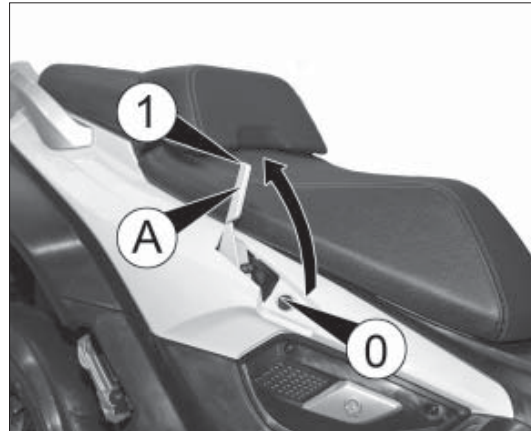

fig. 7
- empuje la palanca A fig. 7 del freno de estacionamiento, situada en el lado derecho del scooter, desde la posición 0 a la posición 1;